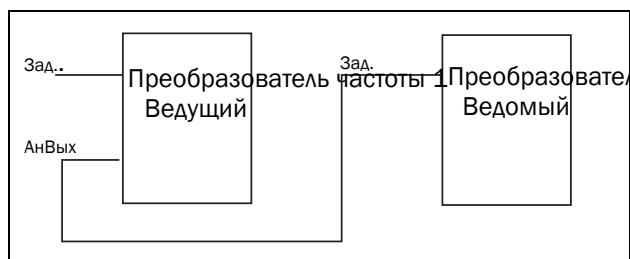

Рис. 112
- сигнала задания для следующего преобразователя частоты в конфигурации "вспомогательный/главный" (см. Рис. 112).